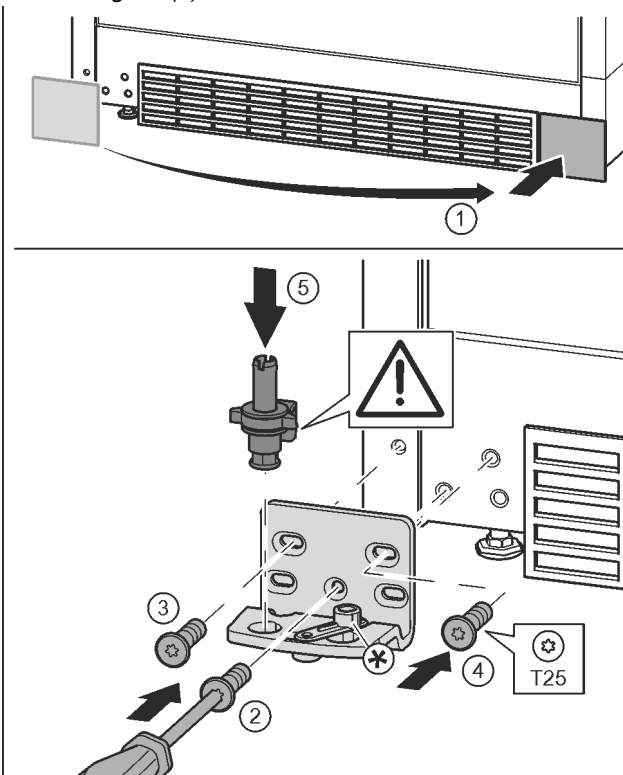

Fig. 17
- ▶ Odoberte kryt a pripevnite ho na druhú stranu. Fig. 17 (1)
- ▶ Ložiskovú konzolu nasadíte na druhú stranu a priskrutkujete ju pomocou skrutkovača T25. Začnete skrutkou 2 dole v strede. Fig. 17 (2)
- ▶ Pevne zaskrutkujete skrutku 3 a 4. Fig. 17 (3, 4)
- ▶ Ložiskový čap úplne nasadíte. Dbajte pritom na to, aby zárez dorazu ukazoval smerom dozadu. Fig. 17 (5)